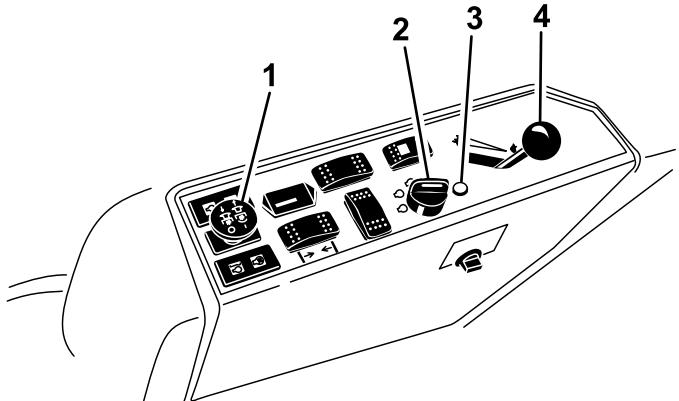

Bild 17
5. Bewegen Sie den Gasbedienungshebel in die Mittelstellung zwischen die SCHNELL- und LANGSAM-Stellung (Bild 17).